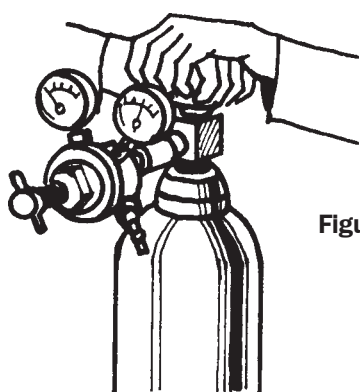

Figura 24
- 4) Abrir lentamente los tubos, hasta obtener en el manómetro de alta presión la lectura correspondiente a la presión efectiva dentro del cilindro (**figura 24**).